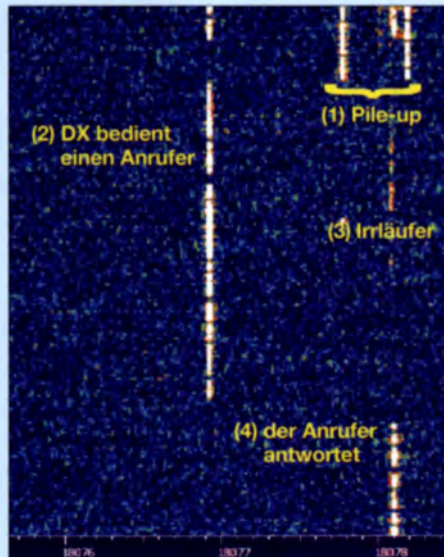

Bild 5: Mini-Pile-up um 3B8FR auf dem 17-m-Band, aufgezeichnet mit RSP1 und HSDSR
Bild 5 zeigt ein Mini-Pile-up, das sich hier als Lehrbeispiel anbietet. Es rufen zunächst mehrere Stationen an (1). DX antwortet (2). Währenddessen hat sich ledig-